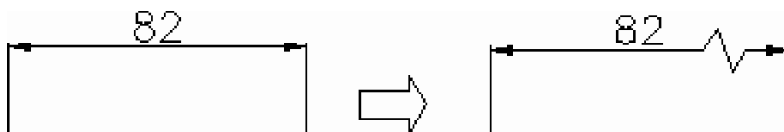

Fig. 6.70 Frângerea liniei de cotă
- Frângerea liniei de cotă – vezi Fig. 6.70.